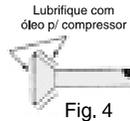

Fig. 4
2. O torque para aperto das flanges também está na Tabela 1. É recomendável o uso de óleo para compressores (compatível com R22), nas flanges, conforme fig. 4.